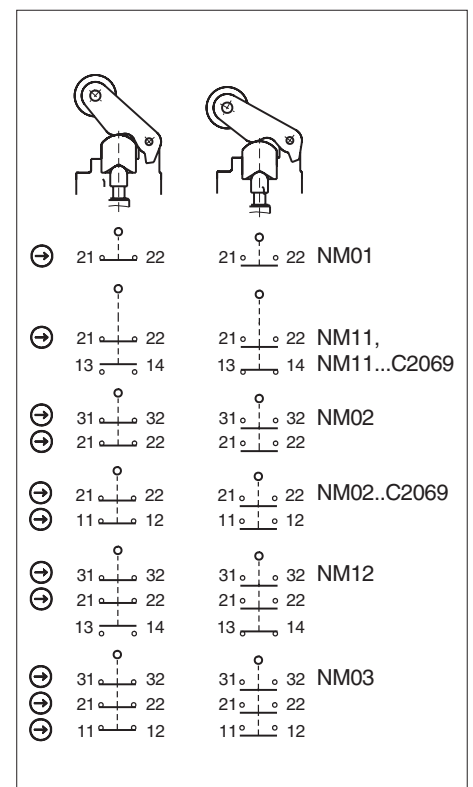

Fig. 3: Microinterruttori e commutazioni
Occorre utilizzare almeno un contatto . Questo segnala la posizione del riparo (per la disposizione dei contatti vedere Fig. 3).
3. Collegare e serrare i morsetti con una coppia di 0,5 Nm (per la disposizione dei contatti vedere Fig. 3).